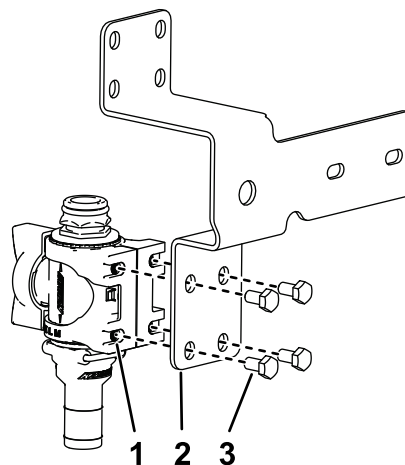

Figura 28
7. Monte el soporte de la válvula en la escuadra de la válvula de control del kit (**Figura 28**) con los 4 pernos con arandela prensada (M6 \times 12 mm); apriete los pernos a 10-12 N·m.